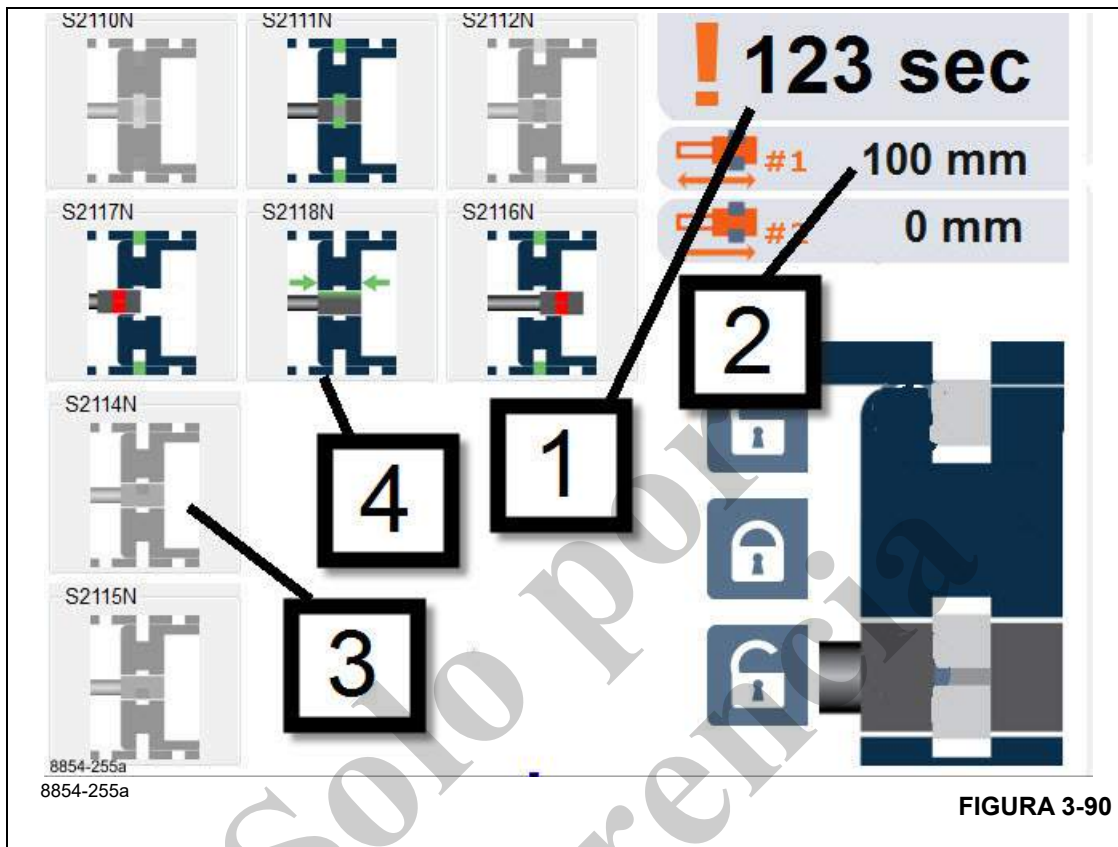

FIGURA 3-90
El programa de emergencia tiene un límite de tiempo. La pantalla (1), (Figura 3-90), muestra el tiempo restante para el funcionamiento del programa de emergencia.
Si la pantalla (2), (Figura 3-90), muestra un valor que obviamente no es real, como -1100 mm, significa que hay un error en el indicador de longitud del sensor de precisión de longitud del CCS. Comuníquese con Manitowoc Crane Care o con su distribuidor local para determinar si está permitido iniciar el proceso de telescopización. El artículo 1 es el tiempo que resta para corregir el error.
En la pantalla, los artículos 3 y 4 (Figura 3-90) son ejemplos de indicadores para interruptores de proximidad. El artículo 3 es el interruptor S2114N y se muestra atenuado. Esto significa que el interruptor se considera desconectado. El artículo 4 es el interruptor S2118N y se muestra en colores activos; este interruptor se considera conectado.
- Retraiga lentamente la sección telescópica y, en la medida de lo posible, consulte en la (Tabla 3-2) el valor esperado para el sensor de largo de precisión (artículo 2 en la (Figura 3-90)) cuando las secciones de pluma estén completamente retraídas.
Ahora puede mover el cilindro telescópico hacia la siguiente sección telescópica, consulte la (Tabla 3-3) para el valor esperado para el sensor de largo de precisión (artículo 2 en la (Figura 3-90)) cuando el cilindro telescópico esté cerca a una conexión a la sección de pluma.
- La pantalla (2), (Figura 3-90), muestra la longitud del punto de bloqueo actual. Consulte (Tabla 3-3).